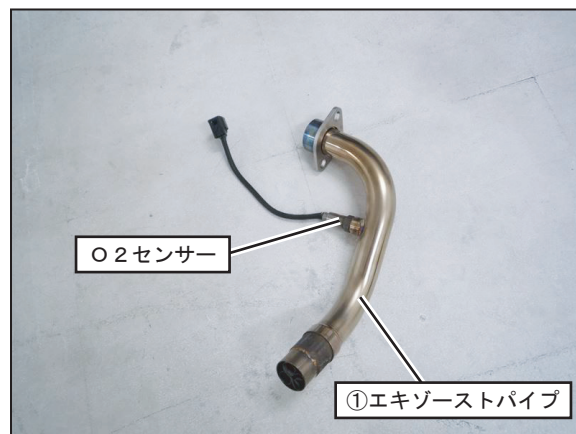

FIG. 6
6. 純正マフラーからO2センサーを取り外し、①エキゾーストパイプのセンサーボスに規定トルクで締め付けて下さい。（FIG. 6参照）